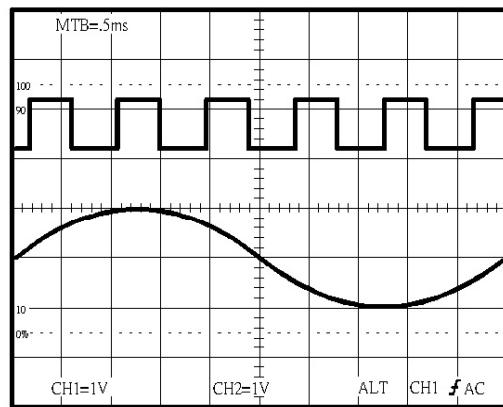
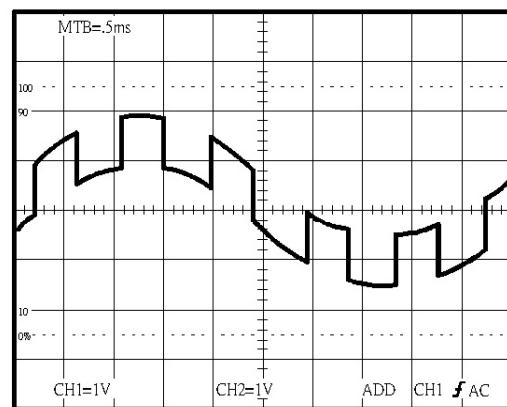

図 5-5 表示波形例
図 5-6 ADD 表示波形例
1. (14) (15) CH1/CH2-VAR ボタンを押し、CH1 と CH2 をオンしてください。図 5-5 のように 2 つの同期の取れた波形が表示されます。
2. (8) (9) CH1/CH2 POSITION ツマミで、2 つの波形を観測しやすい位置に調整します。
3. 測定周波数が低く、波形表示がちらつく場合には、(11) ALT/CHOP/ADD ボタンで「CHOP」に設定します。
1. (11) ALT/CHOP/ADD ボタンを押し、「ADD」モードに設定します。図 5-6 は、図 5-5 の波形の加算を示します。
2. 波形の差を表示する場合には、(11) ALT/CHOP/ADD ボタンをアラームが鳴るまで押し続け、「CH2 INV」に設定します。